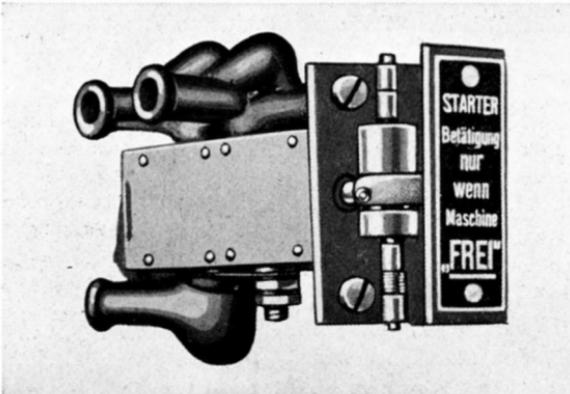

Abb. 92. Anlasser-Schalter
1. Griff des Anlaßschalters (Abb. 92) ganz niederdrücken (8—12 Sekunden lang, je nachdem, ob Motor warm oder kalt). Es spielen sich folgende Vorgänge ab: